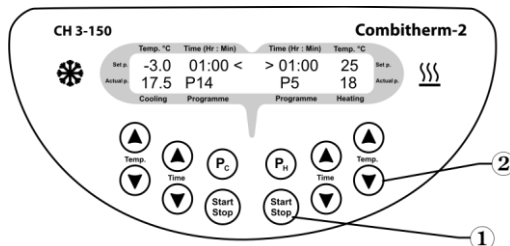
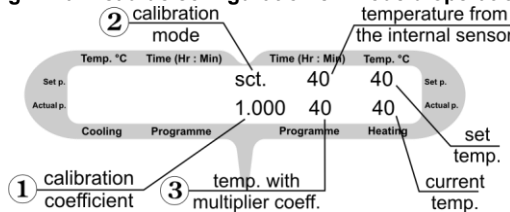
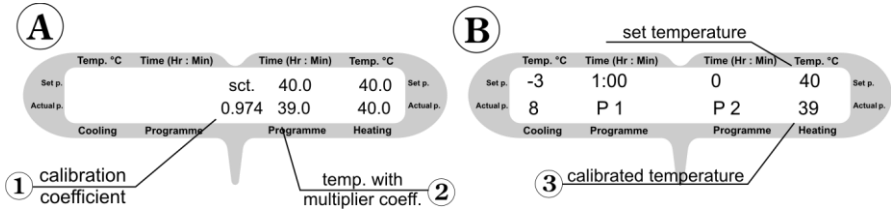

Fig. 2 Panneau de configuration en mode d'opération.
Fig. 3 Panneau de configuration en mode de calibrage.
Fig. 4 Panneau de configuration en mode de calibrage et d'opération.
- 5.3. Maintenez enfoncée la touche **Start Stop** (fig. 2/1) pendant 8 secondes pour entrer le coefficient de calibrage. Le coefficient de calibration s'affichera sur l'écran (fig. 3/1).
- 5.4. Entrez la valeur 1,000 à l'aide des touches ▲ et ▼ (fig. 2/2) pour rétablir les paramètres d'usine comme le montre la figure 3/1.
- 5.10. Maintenez enfoncée la touche **Start Stop** (fig. 2/1) pendant 8 secondes pour activer le mode de calibrage. L'écran affichera les paramètres suivants comme illustré sur la figure 4.
- 5.11. Utilisez les lectures de Température avec coefficient multiplicateur (fig. 4 A/2) pour déterminer la nouvelle valeur de température.
Utilisez les touches ▲ et ▼ (Fig. 2/2) pour changer le coefficient de calibrage (entre 0,936 et 1,063; l'intervalle d'incrémentation est de 0,001) (fig.3/1) et pour que la nouvelle valeur de température (fig. 4 A/2) corresponde à la température donnée par le capteur indépendant. Prenons l'exemple d'un coefficient de calibrage de 0,974 (fig. 4 A/1).
- 5.12. Une fois le calibrage terminé, appuyez une fois sur la touche **Start Stop** (fig. 2/1) pour sauvegarder les changements et sortir du mode de calibrage.
- 5.13. L'écran montrera la température calibrée comme indiqué dans la figure 4 B/3 et l'appareil poursuivra la stabilisation de la température en fonction de la température précédemment programmée.